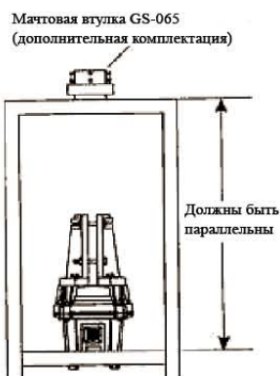

Рисунок 3
3. Если планируется использовать упорную втулку (например, дополнительную комплектующую от Yaesu модели GS-065), установите ее на верхушке опоры (см. Рисунок 3) с помощью крепежной арматуры из комплекта поставки.
4. Слегка притяните мачтовый фиксатор (1) к корпусу поворотного устройства с помощью болтов M8 X 25 (2), пружинных и плоских шайб из комплекта поставки.
5. С помощью мачтового крана либо другого подъемного приспособления, вставьте мачту сверху через втулку и установите ее в фиксаторах поворотного устройства. Затем слегка затяните мачтовые фиксаторы с помощью болтов M8 X 70 (3) и пружинных шайб из комплекта поставки.
6. Вставьте винт M8 X 95 (5) из комплекта поставки в отверстия на мачтовом фиксаторе и сквозь мачту, затем слегка затяните его с помощью квадратной гайки (6) из комплекта поставки.